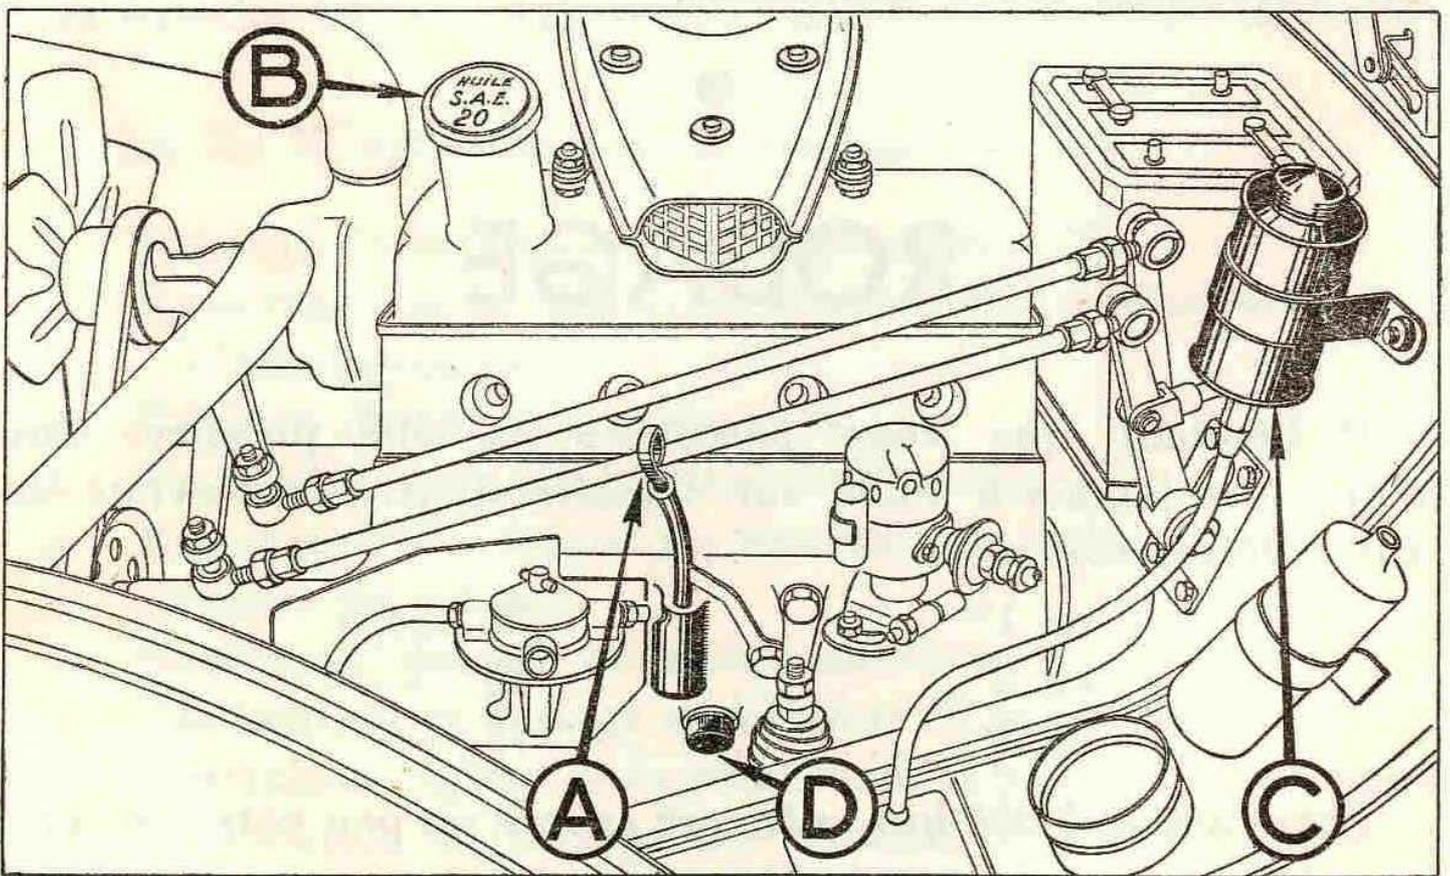

Fig. 1. — JAUGE D'HUILE (A). — ORIFICE DE REMPLISSAGE (B).
- pour le groupe-cylindres, en D (fig. 1, p. 8).